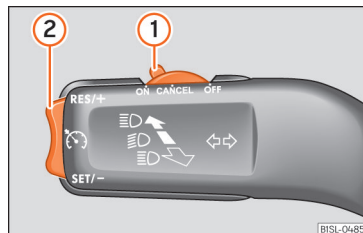

Abb. 35 Schalter und Bedienelemente der GRA.
- Die GRA anschließen: schieben Sie den Schalter **» Abb. 35 (1)** bis **ON**. Das System ist eingeschaltet. Da noch keine Geschwindigkeit gespeichert ist, erfolgt noch keine Regelung.
- GRA aktivieren: drücken Sie die Taste **» Abb. 35 (2)** im Bereich **SET/-**. Die aktuelle Geschwindigkeit wird gespeichert und geregelt.
- GRA vorübergehend abschalten: Schieben Sie den Schalter **» Abb. 35 (1)** bis **CANCEL** oder treten Sie auf die Bremse. Regelung wird vorübergehend abgeschaltet.
- GRA wieder einschalten: Drücken Sie die Taste **» Abb. 35 (2)** in **RES/+**. Die gespeicherte Geschwindigkeit wird erneut gespeichert und eingestellt.
- GRA abschalten: Schieben Sie den Schalter **» Abb. 35 (1)** auf **OFF**. Das System wird abgeschaltet und die gespeicherte Geschwindigkeit gelöscht.